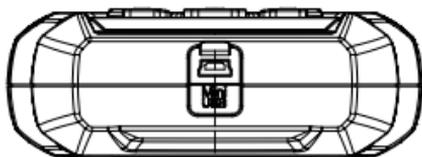

Figura 2.1.3
8. Porta Mini-USB: Questa porta serve per collegarsi al PC per trasferire il rapporto diagnostico o il test della batteria. (Vedi Figura 2.1.3)